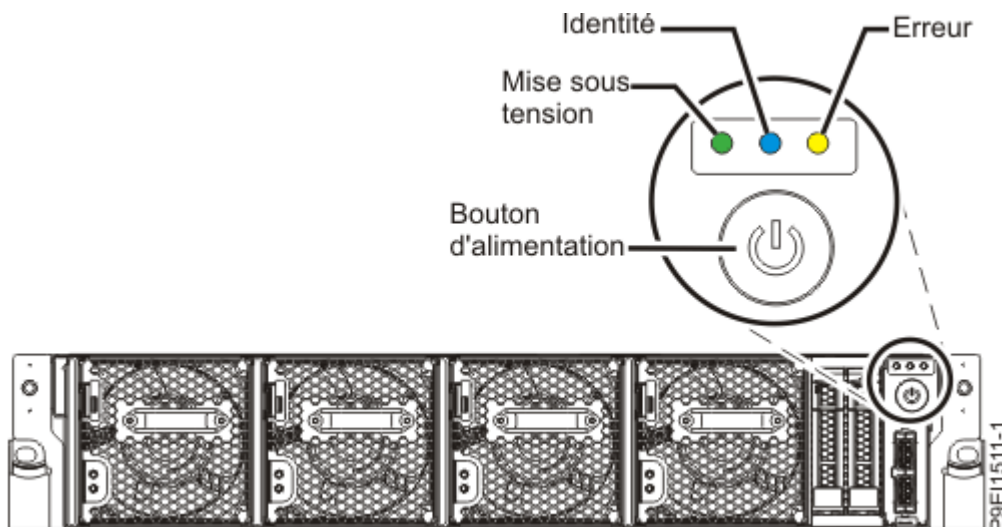

Figure 39. Bouton d'alimentation
- Le voyant de mise sous tension, illustré dans la Figure 39, à la page 80, doit clignoter. Un voyant clignotant indique que l'alimentation de l'unité est en mode veille.
3. Appuyez sur le bouton d'alimentation qui est illustré dans la Figure 39, à la page 80.